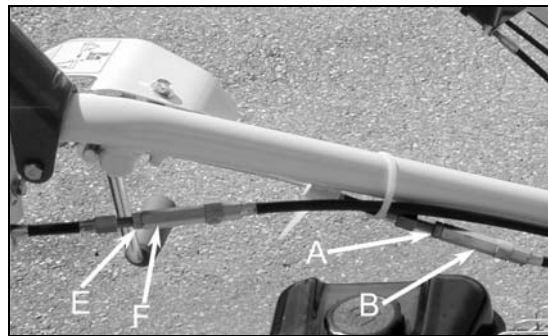

Figura 20
- Allentare il controdado (A, Figura 20) e svitare il registro a vite (B) per aumentare la tensione del cavo.
- Una volta ultimata la registrazione, stringere nuovamente il controdado (A, Figura 20).